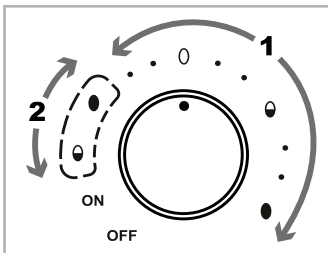

Abb. 1
- 1) Drehen Sie den Drehregler ⑦ in die Position, die dem gewünschten Härtegrad der Eier entspricht. Benutzen Sie den Einstellbereich „1“ (siehe Abb. 1) mit den Symbolen und den dazugehörigen Punkten davor:
Für den ersten Kochvorgang gilt der Einstellbereich „1“ mit den Symbolen und den dazugehörigen Punkten davor. Für den zweiten Kochvorgang gilt der Einstellbereich „2“ mit den umstrichelten Symbolen (siehe Abb. 1).
- 2) Stellen Sie den Drehregler **7** in die Position, die dem weichsten Härtegrad der Eier entspricht (es gilt der Einstellbereich „1“, siehe Abb. 1). Die Kontrollleuchte **8** leuchtet auf und der Kochvorgang beginnt.
- 5) Setzen Sie den Deckel **2** wieder auf und drehen Sie den Drehregler **7** in die Position der umstrichelten Symbole (Einstellbereich „2“, siehe Abb. 1), die dem gewünschten Härtegrad für die im Gerät verbliebenen Eier entspricht: